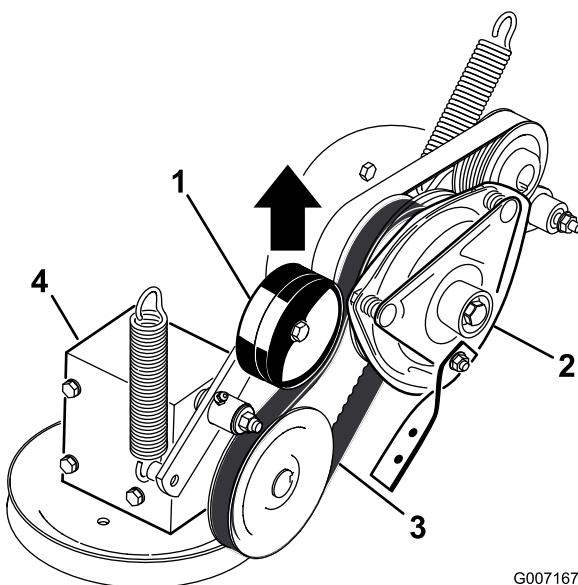

Figura 61
4. Puxe a polia intermédia da mola para a correia de transmissão da PTO e retire a correia da polia da embraiagem (Figura 61).
16. Puxe a polia intermédia da mola para a correia de transmissão da PTO e instale-a na polia da embraiagem (Figura 61).